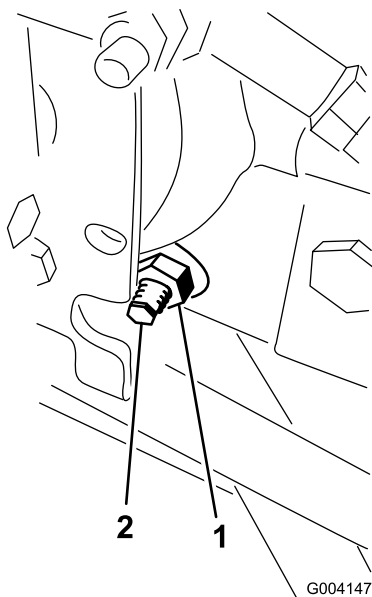

Figura 83
3. En el lado derecho del conjunto hidrostático, afloje la contratuerca de la leva de ajuste de la tracción (Figura 83).